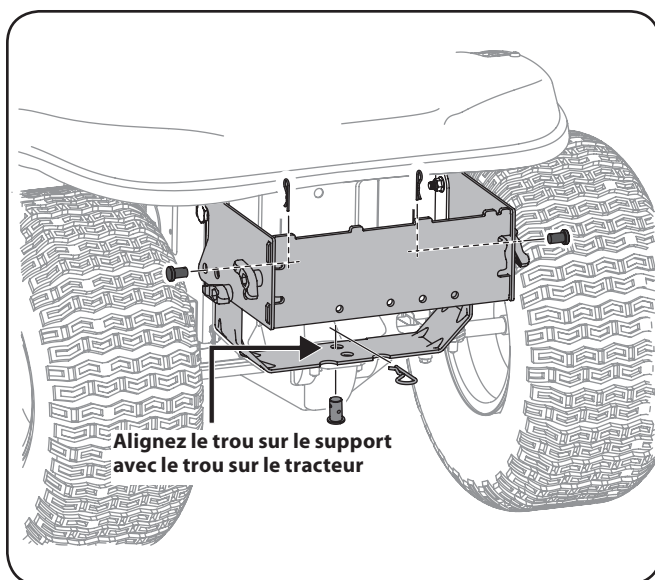

Figure 4-8
2. Installez l'axe à épaulement (711-309A) provenant de la trousse de quincaillerie 689-00328A dans l'attelage du tracteur et fixez-le au moyen d'une bague de retenue (714-0117). Reportez-vous à la Figure 4-8.
3. Installez deux axes à épaulement à travers la plaque de fixation et fixez-les aux supports de fixation de la série 700 installés plus tôt avec des goupilles à encliquetage fournies dans la trousse de quincaillerie. Reportez-vous à la Figure 4-8.